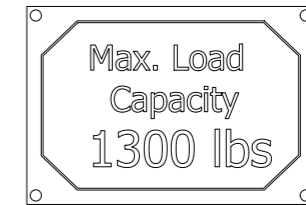

Abb. 7a MevaLite
Die maximale Tragfähigkeit für den jeweiligen Kranhaken entnehmen Sie bitte dem Typenschild (Abb. 7a-d).
- einwandfreie Lesbarkeit des Typenschilds (Abb. 7a-d)